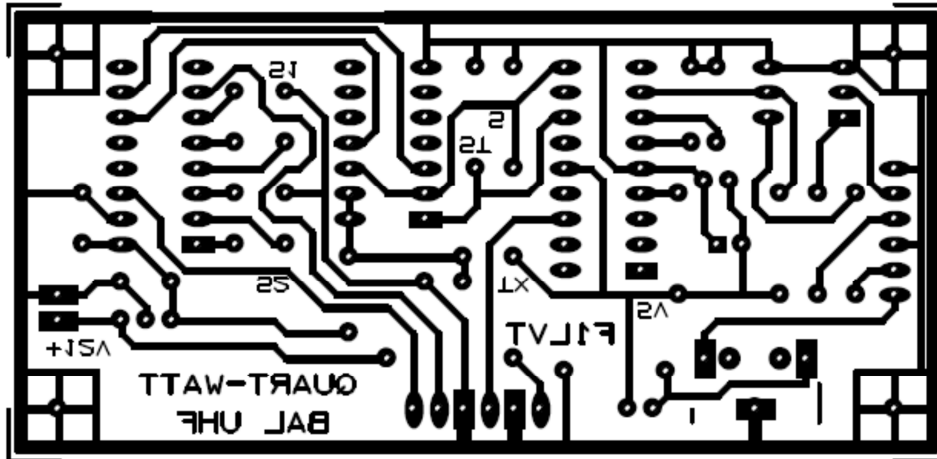

Figure 2 : Circuit imprimé de la carte de pilotage (dimension 91 mm x 43 mm)
Le circuit imprimé de la carte de pilotage est conventionnel (simple face). Ses dimensions sont 91 mm par 43 mm (Figure 2). Les signaux repérés S et TS près du PIC sont la sortie de la trame (S) et l'enveloppe de la trame (ST). Les signaux S1 et S2 sont les signaux de pilotage du modulateur. Le passage en émission est commandé par le signal TX.